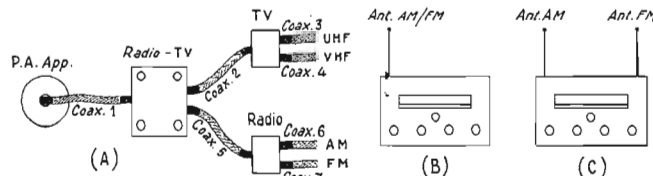

FIG. 2.
Le branchement des antennes à un appareil AM-FM est indiqué à la figure 2 : en (A) le système de séparateurs de signaux à partir de la prise de signaux radio-TV de l'appareil.